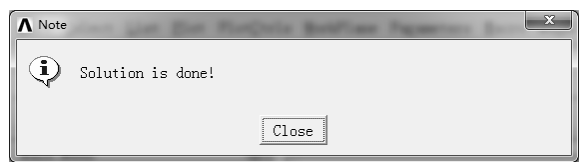

图 6-111 “Note” 对话框
2) 单击 “Solve Current Load Step” 对话框中的 “OK” 按钮，程序开始求解，求解完成后弹出 “Note” 对话框，如图 6-111 所示。单击 “Close” 按钮关闭。